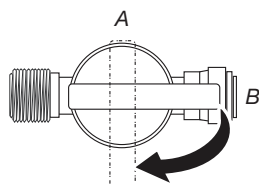

Figura 7
9. Coloque la válvula de cierre del filtro en la posición ON (ver Figura 7). Abra de nuevo el suministro de agua desde la válvula de cierre en la tubería de agua fría. Esto presurizará el sistema del filtro y comenzará a enviar agua filtrada al congelador del refrigerador. Verifique si hay fugas. Si las hubiere, consulte la guía de resolución de problemas. Enjuague el filtro durante cinco minutos para eliminar el aire atrapado.